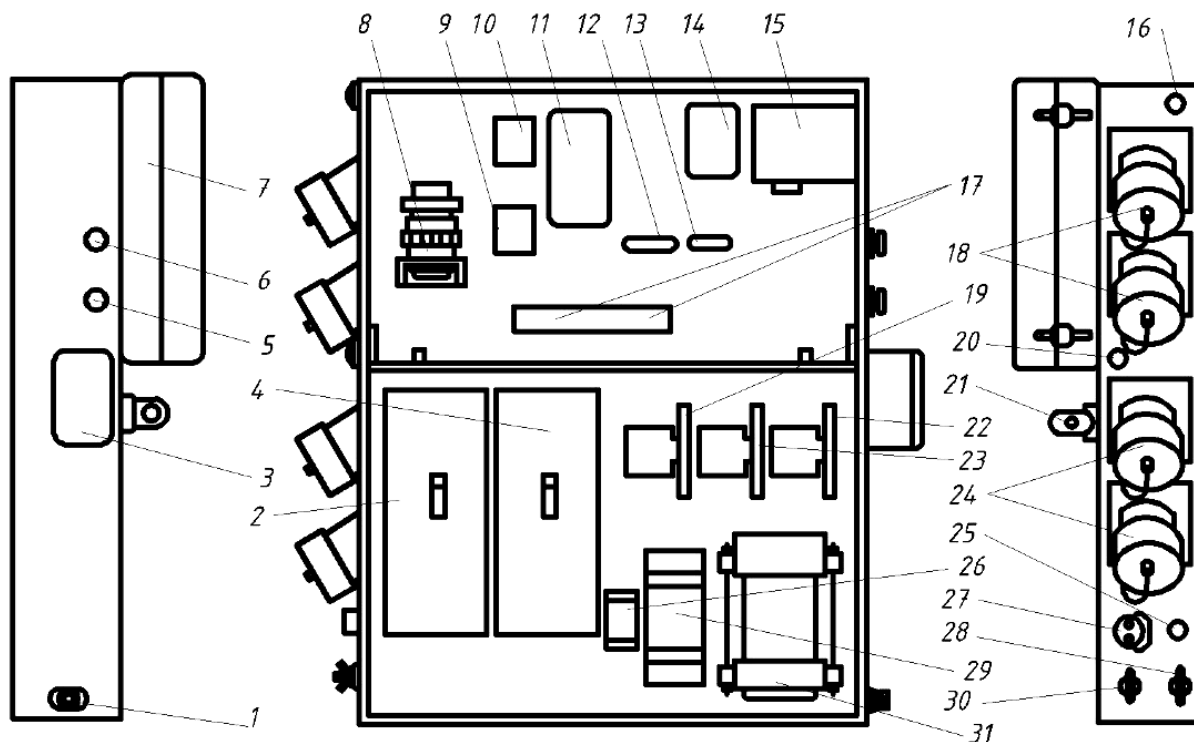

Рис. 4.13. Щит управления агрегата напряжением 230 В.
**Щит управления** предназначен для управления и контроля за работой агрегата. Щит (рис. 4.13) выполнен в виде сварного корпуса с откидной верхней и съемной нижней панелями.
Внутри корпуса щита управления (см. рис. 4.13), в верхней части, установлены: колодка 8 типа СШР, электромагнитные реле 9, 10, преобразователь частотомера 11, блоки защиты 12, 13, добавочное сопротивление ваттметра 14, релейное устройство прибора Ф419 15.